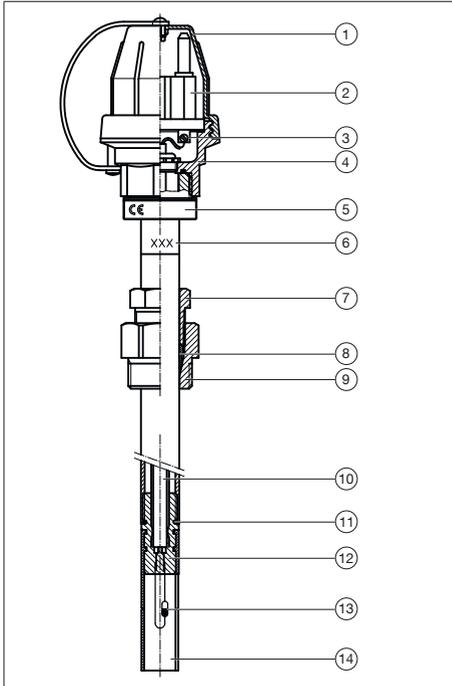

Abb. 1: Grenzwertgeber
Durch die Schneidringverschraubung im Einschraubkörper (siehe Positionen 7 bis 9 in Abb. 1) wird der Tank drucksicher verschlossen. Am Tank können nach der Montage Druckproben mit 1 bar Überdruck vorgenommen werden. Es können Leckanzeigergeräte auf Vakuumbasis mit 0,33 bar Unterdruck eingesetzt werden.
Am unteren Ende des Produktes befindet sich ein Kaltleiter (siehe Position 13 in Abb. 1).
2. Lösen Sie die Druckschraube am Einschraubkörper (Position 7 in Abb. 1).